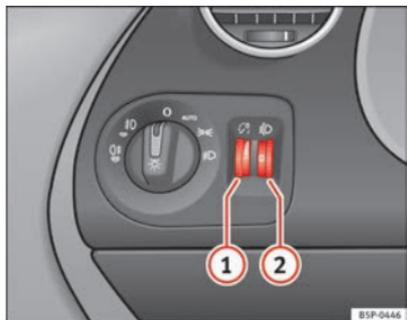

Abb. 72 Ausschnitt aus der Instrumententafel: Regler für die Instrumenten-/Schalterbeleuchtung und Leuchtweitenregulierung
Bei eingeschaltetem Licht lässt sich die Helligkeit der Instrumenten- und Schalterbeleuchtung durch Drehen des Rändelrades ⇒ Abb. 72 ① stufenlos regulieren.